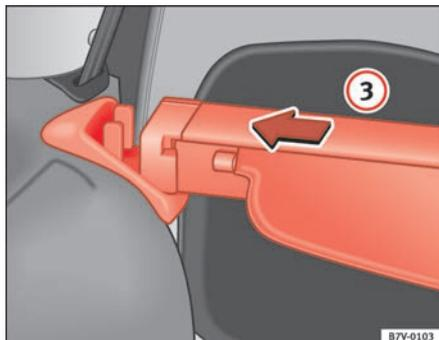

Fig. 115 Copertura vano bagagli: aggancio sul lato sinistro
- Inserire il copribagagliaio spingendolo fino in fondo nella direzione indicata dalla freccia ⇒ fig. 115 (3) nell'alloggiamento sinistro.